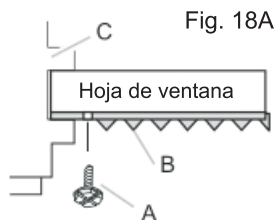
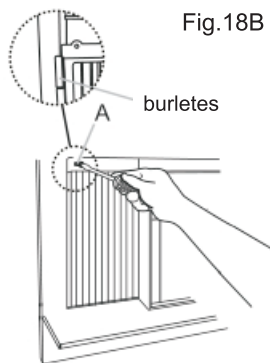

Fig. 18A
Fig. 18B
2. Utilice un taladro de 1/8" para perforar un orificio guía en el orificio de la pata superior de cada panel de relleno de ventana y en la hoja de ventana (Fig. 18A y Fig. 18B). Conecte con un tornillo largo de cabeza hexagonal de 3/4" (o 1/2").